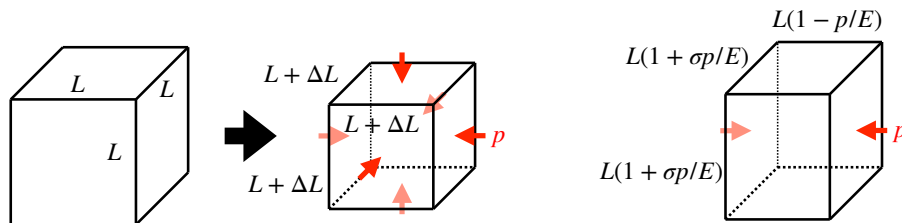

図 25: 1 辺 L の立方体に圧力 p をかけたときの変形。左: 全ての面に圧力をかけた場合。右: 一つの方向のみに圧力をかけた場合。
- 式 (197) の説明：
- 一辺 L の立方体の全ての面に圧力 p 、各辺が $L + \Delta L$ （ ΔL の符号は負）に変化（図 25 左）
同様に z 方向の応力による x 方向のひずみは $\delta_z = \sigma p/E$ (図 25 右)